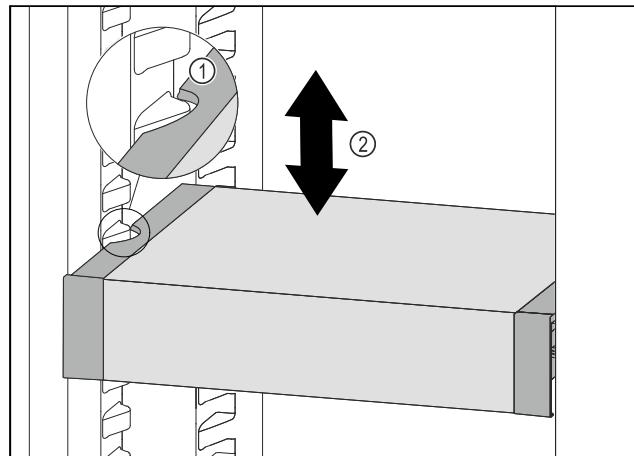

Fig. 98
- Тяните VarioSafe вперед, пока боковые выемки VarioSafe не окажутся на высоте выступа резервуара в холодильном отделении. Fig. 98 (1)